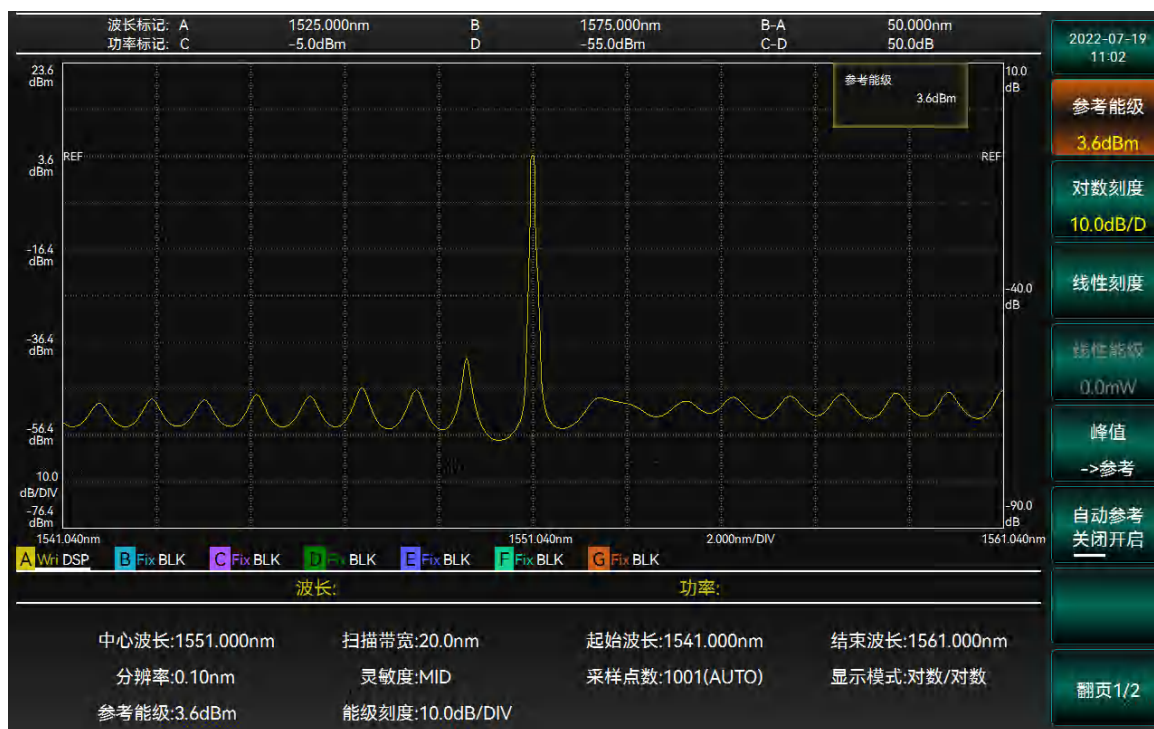

图 3-19 能级菜单界面
2. 选择【参考能级】，通过旋钮或者数字键输入能级值，完成设置。操作界面如图 3-19 所示。